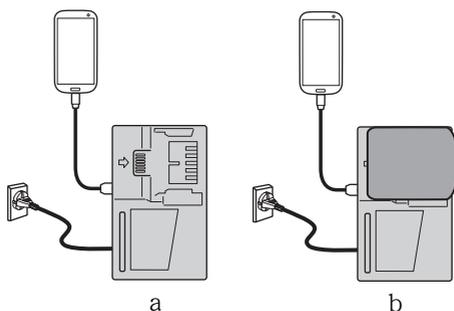

图 29
- 将 USB 设备插入插座进行充电（图 29-a）。
- 将 USB 设备和电池插入插座进行充电。（图 29-b）